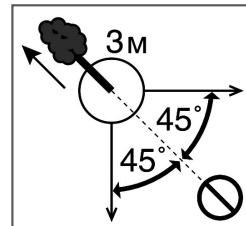

Рис. 14 Расчет пути отхода при валке дерева
- Когда дерево начнет падать, путь отхода должен быть направлен по диагонали в сторону, противоположную направлению падения, под углом 45 градусов. Вы должны отойти минимум на 3 метра от ствола, на тот случай, если во время падения комель дерева отскочит в сторону (Рис. 14).